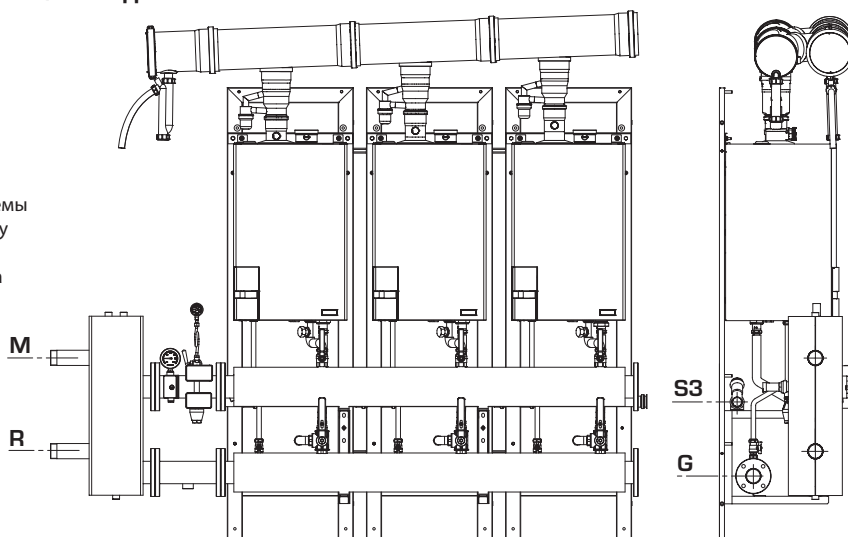

рис. 4
2.2.1 Отдельный котёл (рис. 4)
2.2.2 Котёл последовательного/каскадного подсоединения (рис. 4)